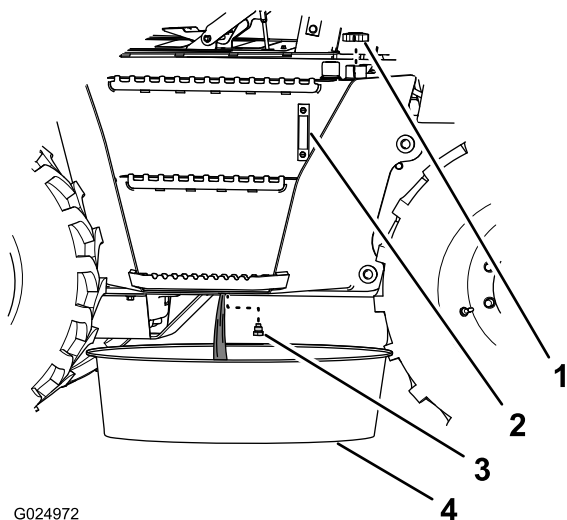

Рисунок 108
6. Установите сливной поддон с минимальной емкостью 190 л (50 кварты США) под пробку слива гидравлической жидкости из бака (Рисунок 108).
7. Снимите сливную пробку с бака гидросистемы (расположенную под баком) и слейте жидкость из бака (Рисунок 108).
9. Установите сливную пробку (Рисунок 108).